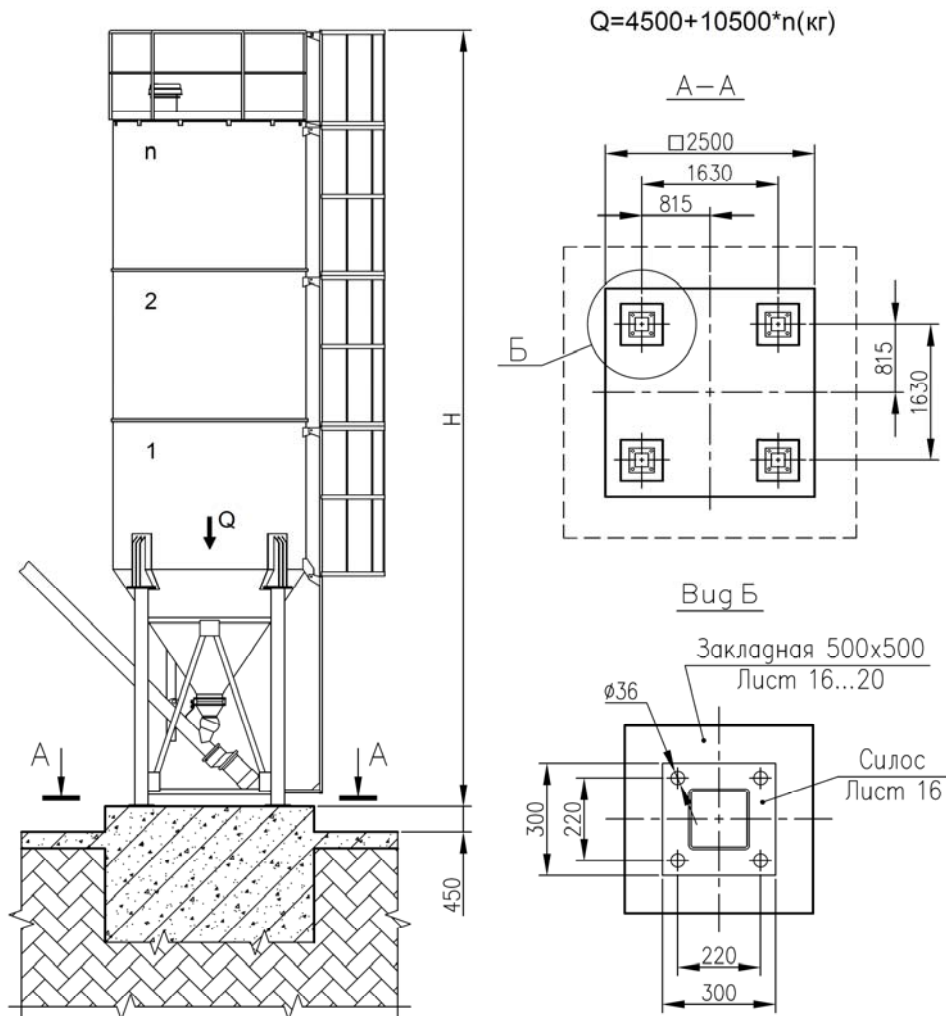

Рис.7. План фундамента
- 4.1 Силос цемента монтируется на бетонном фундаменте. Размеры и координаты фундамента и закладных элементов выполнить в соответствии с планом фундамента, показанным на рис.7.